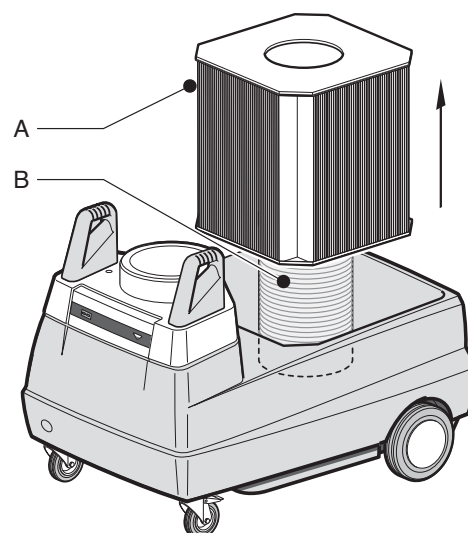

Fig. 18
4. Levante el cartucho del filtro (Fig. 18, Elemento A) y jale hacia fuera de la máquina. No es necesario que remueva el supresor de chispas (Fig. 18, Elemento B). Limpie el supresor de chispas y compartimiento del filtro con una aspiradora.